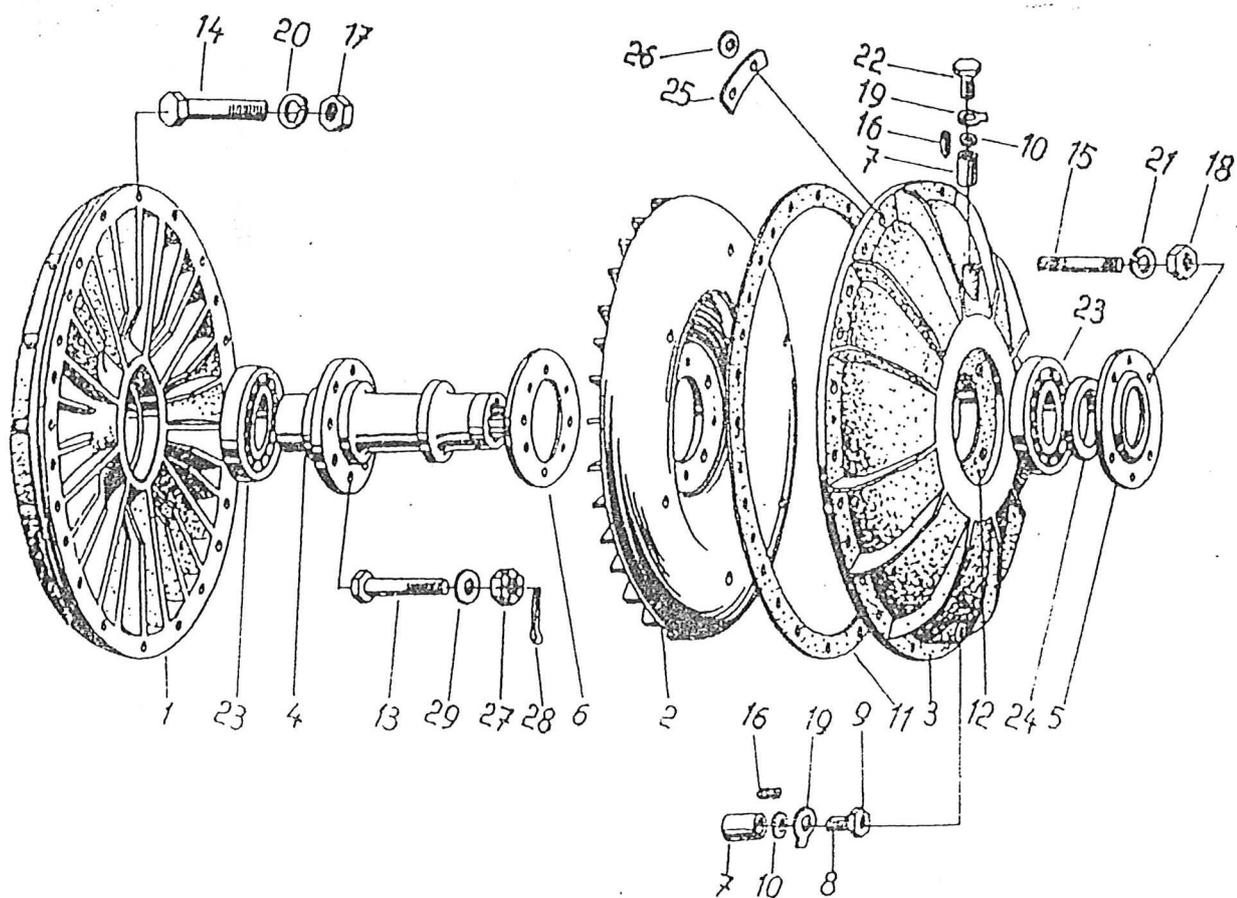

Bild 3: Hydraulische Kupplung
- Bild 3: Hydraulische Kupplung